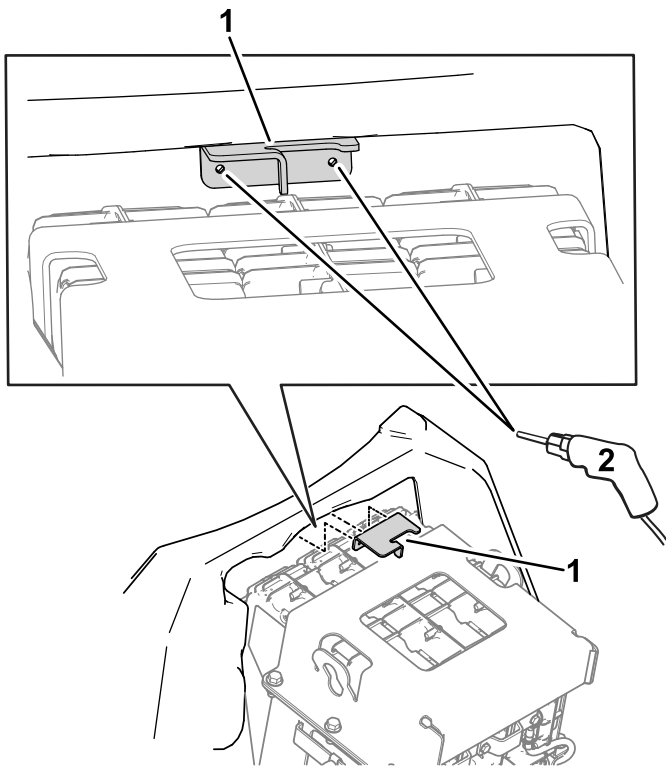

Figure 51
2. En utilisant le support de verrouillage comme gabarit, repérez et percez 2 trous (foret de $\frac{3}{16}$ ") au centre du couvercle des batteries (Figure 51).